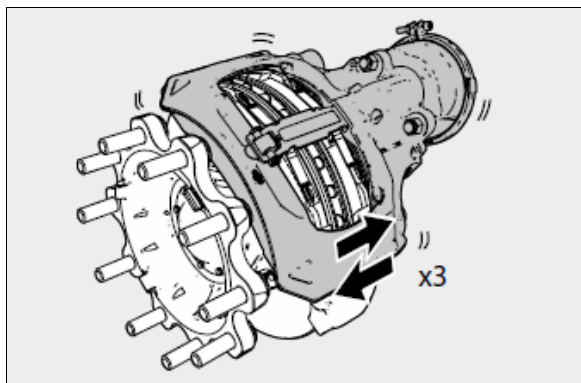

FIGURE 32: POUSSER L'ÉTRIER À TROIS REPRIS DANS LE SENS AXIAL
6. Pousser et tirer l'étrier à trois reprises dans le sens axial afin d'évaluer un espace existant (voir Figure 32). Si aucun mouvement n'est possible, nettoyer le frein à disque et si nécessaire, remplacer les éléments de guidage. Une fois le mouvement rendu possible, poursuivre comme suit :